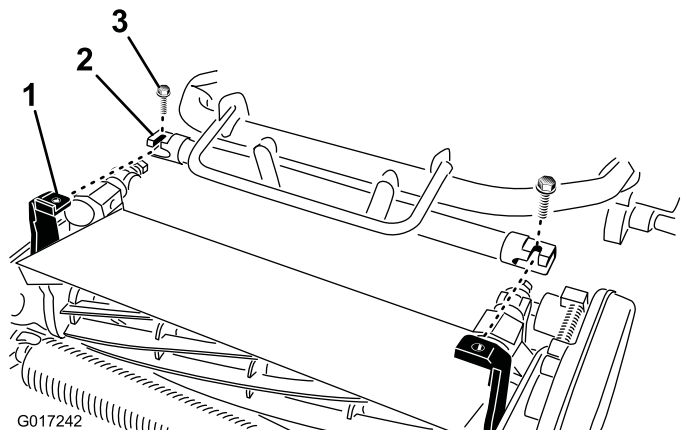

図 10
4. トラクションユニットのフレーム 図 10 を前方に引き出してカuttingユニットのピボットアームに接続する。
5. トラクションユニットのフレームをカuttingユニットのピボットアームに固定する 3/8 x 3/4 インチのボルト2本を使用する 図 10。